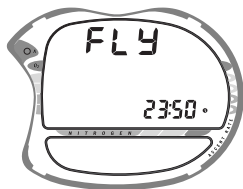

Fig. 68 - Zeit zum Fliegen
- 10 Minuten nach Ende eines Tauchgangs (nach der Übergangszeit) beginnt der Countdown "Zeit bis zum Fliegen" (Fig. 68). Es erscheint FLY in der Anzeige und es wird beginnend bei 23:50 (Std:Min) nach unten bis 0:00 (Std:Min) gezählt.